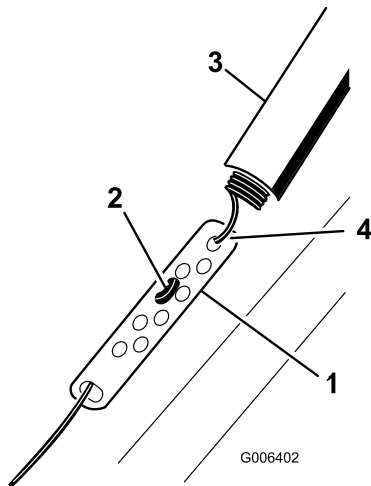

Bild 9
1. Schieben Sie die Federabdeckung nach oben und haken Sie die Feder aus dem Einstellglied aus (Bild 9).
zwischen dem Schaltbügel und dem Griff zu erhalten (Bild 9).